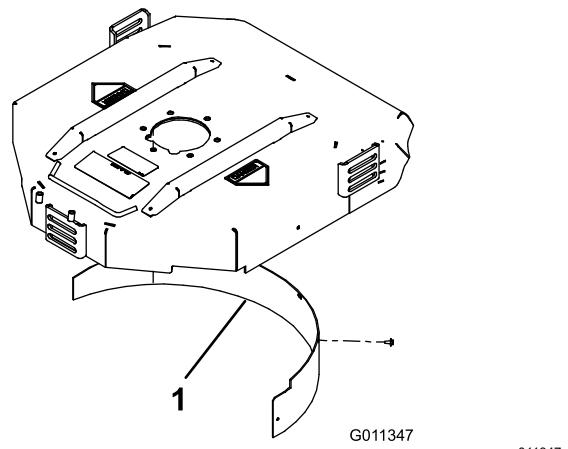

Figure 6
- Montez le déflecteur de mulching dans l'ouverture arrière et fixez-le avec 5 boulons à embase (Figure 6).